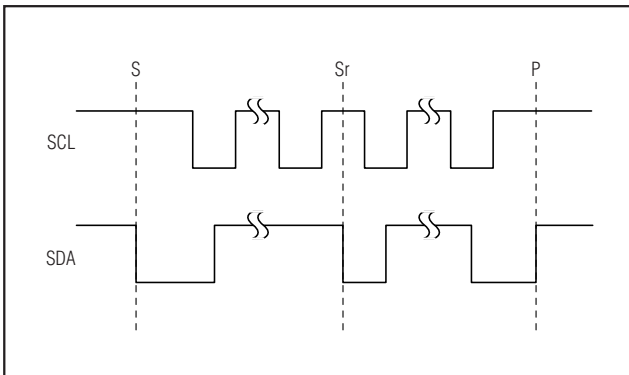

图10. START、STOP和REPEATED START命令
主机设备通过发出 START 命令启动通信。START 命令是在 SCL 为高电平时，SDA 由高到低的跳变产生的。STOP 命令是在 SCL 为高时，SDA 由低到高的跳变产生的（图 10）。来自主机的 START (S) 命令通知 MAX9702 开始传输。主机通过发出 STOP (P) 命令终止传输并释放总线。若产生的是 REPEATED START (Sr) 命令，而不是 STOP 命令，则总线保持有效。